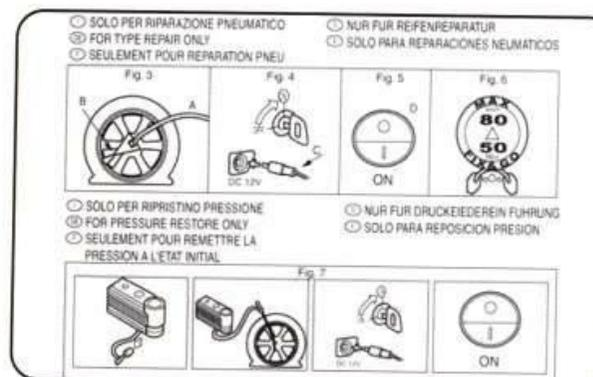

рис. 14
- информационный буклет (рис. 14) с инструкциями по правильному использованию комплекта (лица, выполняющие ремонт шины с помощью ремкомплекта, должны следовать данной инструкции);